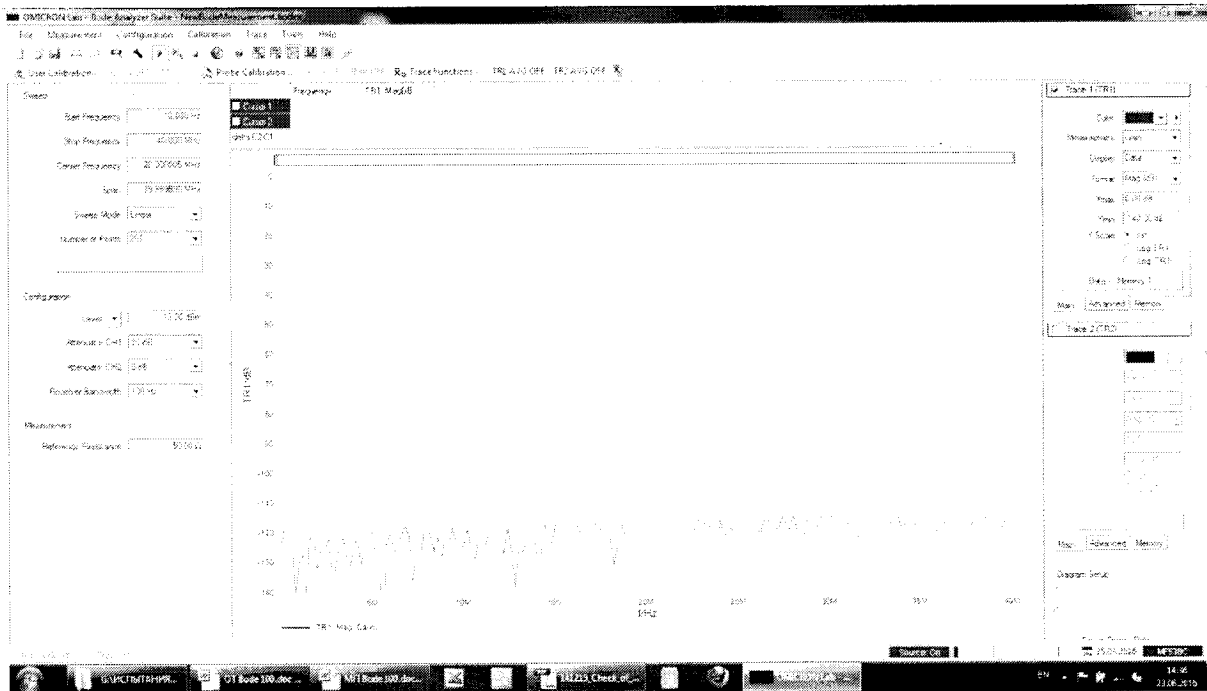

Рисунок 7.5.3
7.5.4 Проверить отображаемые на графике (рисунок 7.5.3) значения модуля коэффициента передачи (Mag/Gain), они должны быть не более минус 100 dB. Записать результат проверки в таблицу 7.5.